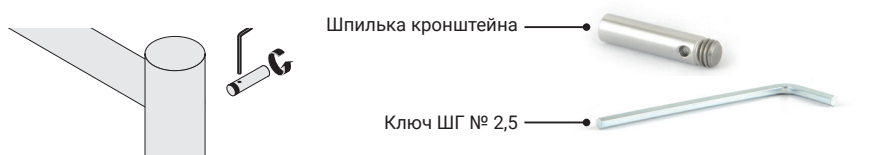

Рис.1
4.1.2. Установить на полотенцесушитель шпильки кронштейнов (рис. 1). Для плотной протяжки шпильки можно использовать ключ ШГ №2,5 который нужно вставить в технологическое отверстие в шпильке и подтянуть по часовой стрелке до упора.